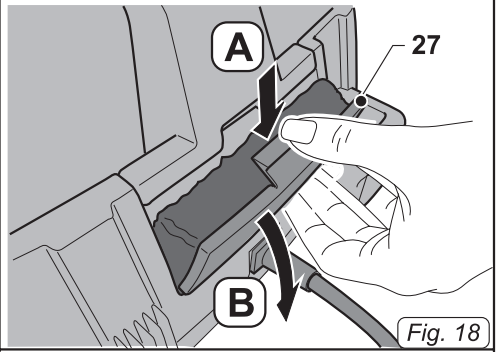

Fig. 18
- Levante la portezuela (27 Fig. 18); y presionar hacia abajo "A" para abrirla "B".